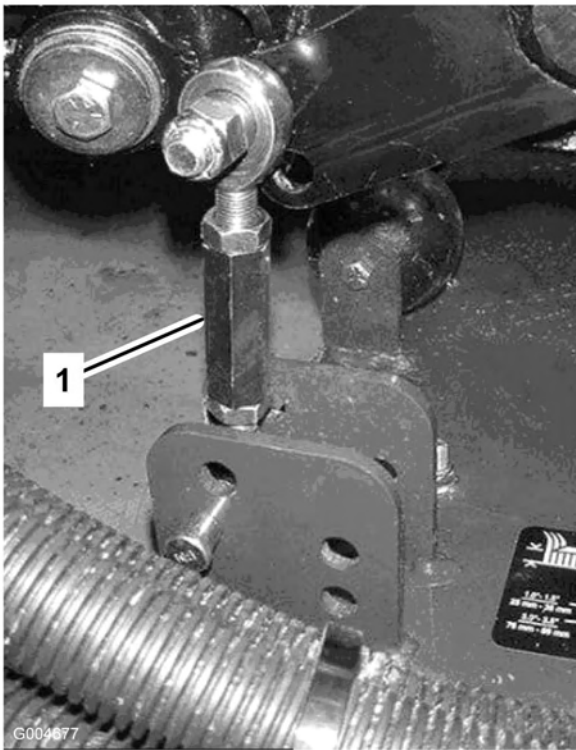
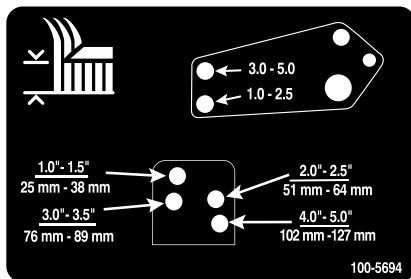

Figura 22
Figura 23
8. Retire los pasadores de horquilla y las chavetas que fijan los acoplamiento de los amortiguadores a los soportes de la unidad de corte (Figura 22). Alinee los taladros de los acoplamiento de los amortiguadores con los taladros del soporte de altura de corte en el bastidor de la unidad de corte (Figura 23), y coloque los pasadores de horquilla y las chavetas.